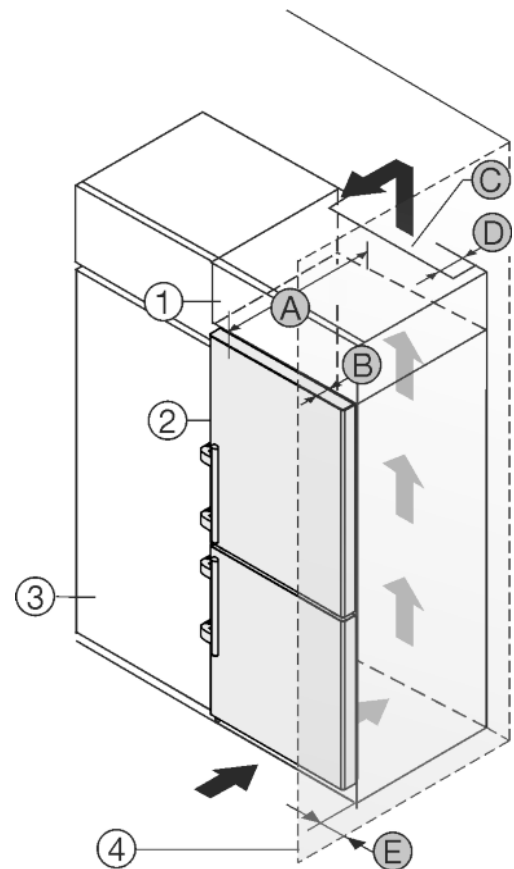

Fig. 51
Das Gerät kann mit Küchenschränken umbaut werden. Um das Gerät *Fig. 51 (2)* der Küchenzeilenhöhe anzugleichen, kann über dem Gerät ein Aufsatzschrank *Fig. 51 (1)* angebracht werden.
Das Gerät kann direkt neben dem Küchenschrank *Fig. 51 (3)* aufgestellt werden. Um die Türe vollständig öffnen zu können, muss das Gerät um die Tiefe *Fig. 51 (B)* gegenüber der Küchenschrankfront vorstehen. Abhängig von der Tiefe der Küchenschranke und Verwendung von Wandabstandshaltern kann das Gerät weiter herausragen.
- An der Rückseite des Aufsatzschrankes muss ein Abluftschacht mit der Tiefe *Fig. 51 (D)* über die gesamte Aufsatzschrankbreite vorhanden sein.
- Unter der Raumdecke muss der Entlüftungsquerschnitt *Fig. 51 (C)* eingehalten werden.
Wenn das Gerät mit den Scharnieren neben einer Wand *Fig. 51 (4)* aufgestellt wird, muss der Abstand *Fig. 51 (E)* zwischen Gerät und Wand eingehalten werden. Dies entspricht dem Griffüberstand bei geöffneter Tür.